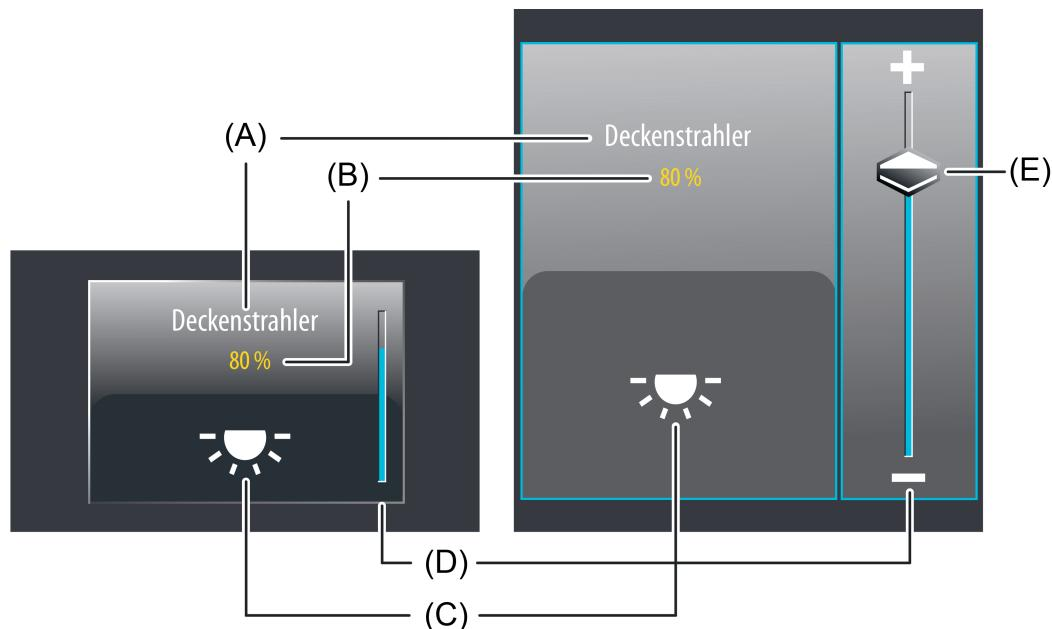

Bild 34: Beispiel für Bedien- und Anzeigeelement der Funktion "Wertgeber Verstellfunktion" mit einem Datenformat "1 Byte 5.001...5.004"
Bei der Auswahlbedienung steht neben den Sensorflächen + oder - zur diskreten Wertvorgabe ein Slider (E) zur Verfügung (Bild 34). Über den Slider ist es möglich, grafisch unterstützt direkt Werte vorzugeben. Dazu kann der Slider durch Fingerdruck gesetzt oder kontinuierlich gezogen werden. Zum Setzen des Sliders muss der Slidbereich an der gewünschten Wertstufe mit dem Finger berührt werden. Der Slider springt dann unmittelbar an die gewünschte Stelle. Zeitgleich sendet das Gerät den auf diese Weise vorgegebenen Wert als Vorgabe auf den Bus aus.
Der Anzeigebereich enthält verschiedene Darstellungselemente (Bild 34), die durch Parameter beeinflusst werden. Jeder KNX Funktion kann in der Konfigurationssoftware eine Bezeichnung vergeben werden (A). Diese Text-Bezeichnung wird im Anzeigeelement zentriert zur Anzeige gebracht, wodurch steuerbare KNX Funktionen für den Anwender kenntlich gemacht werden (z. B. "Deckenstrahler", "Außenhelligkeit"). Zusätzlich kann unterhalb der Bezeichnung ein Statuswert (B) eingeblendet werden, der entweder abhängig vom Objektwert der Wert-Rückmeldung eines Aktors oder alternativ direkt abhängig von der Wertvorgabe des Bedienelementes Werte im Klartext anzeigt (z. B. "0...255", "0...100%", "0...65535Lux"). Das Datenformat dieser Statuswert-Anzeige wird durch den in der Konfigurationssoftware eingestellten Datentyp und durch das parametrierte Anzeigeformat bestimmt. Solange nach einem Gerätereset noch kein Rückmeldungs-Objektwert empfangen oder noch kein Wert vorgegeben wurde, zeigt der Statuswert "---" (ergänzt um die Einheit) an.